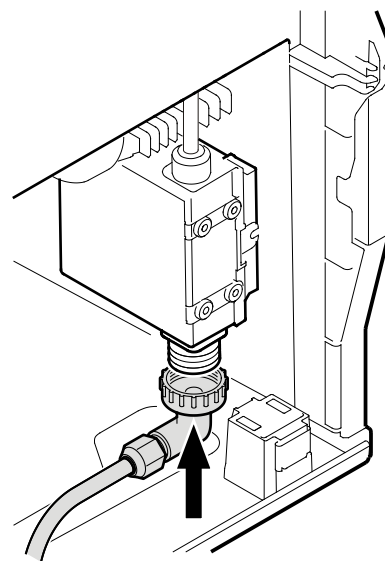

Figura 15
5. Atornille el adaptador del diámetro exterior a la válvula magnética (**Figura 15**).